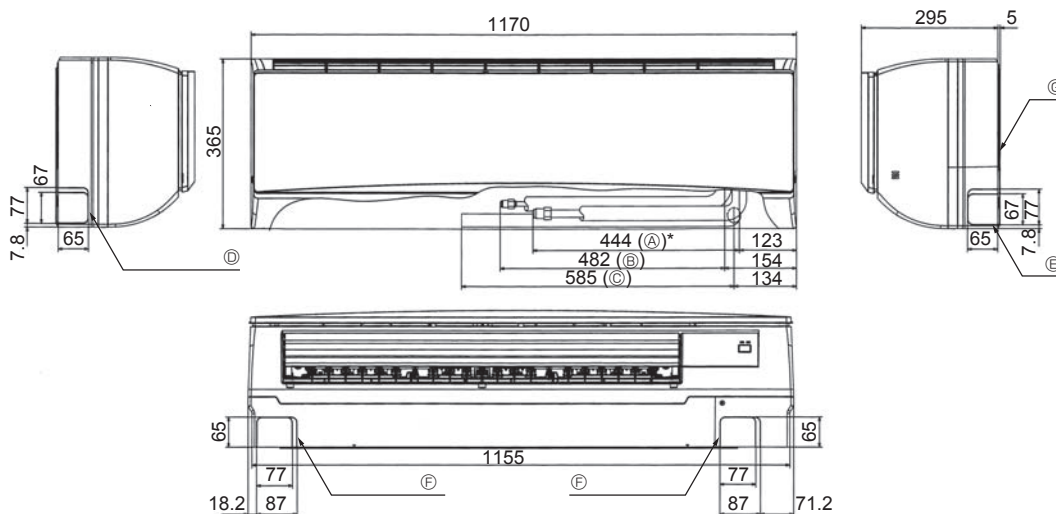
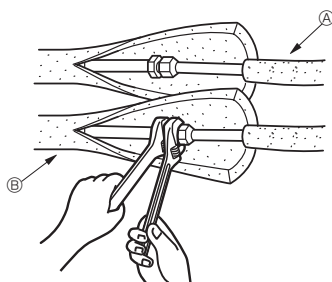

Fig. 4-2
Fig. 4-3
4.3. Anordnung der Kältemittel- und Ablaßrohrleitungen (Fig. 4-2)
- (A) Gasrohr
- (B) Flüssigkeitsrohr
- (C) Ablaufschlauch
- (D) Ausschlagöffnung für linke Rohrleitung
- (E) Ausschlagöffnung für rechte Rohrleitung
- (F) Ausschlagöffnung für untere Rohrleitung
- (G) Montageplatte ①
4.4. Rohrleitungen für Kältemittel (Fig. 4-3)